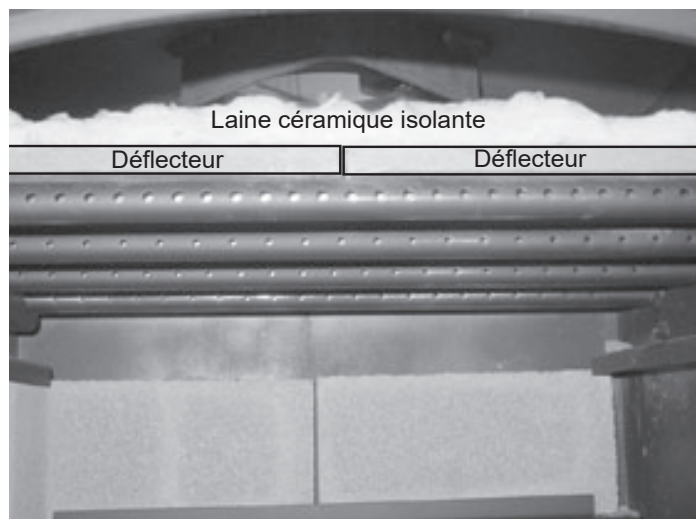

Figure 23.3
5. Pour réinstaller le manteau en céramique, il est plus facile de le plier d'abord en deux. Placez-le sur la plaque-déflecteur, dépliez-le et lissez-le. Recontrôlez l'emplacement de la plaque-déflecteur (**Figure 23.3**).